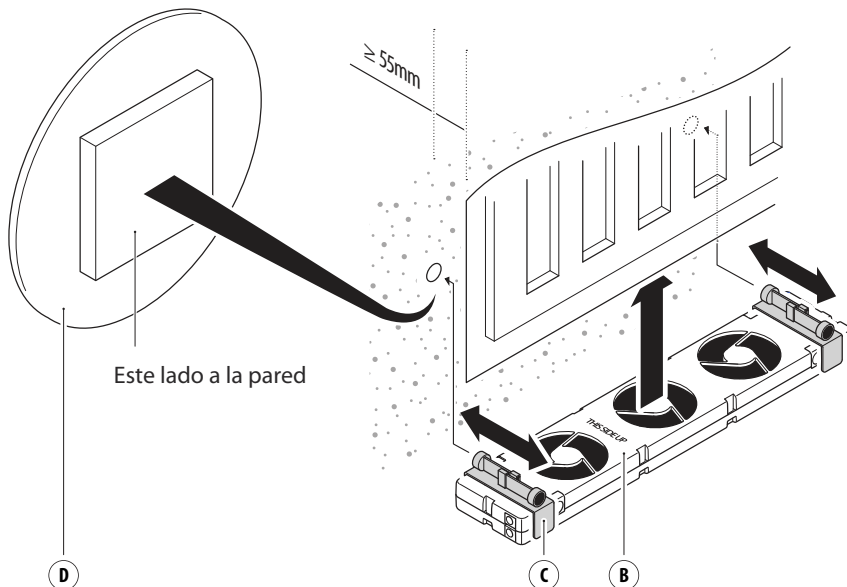

Fig. 7: Fijación del SpeedComfort (B1) a la pared y al radiador de placa única.
2. Repita los pasos 1-7 como para el radiador ancho. En el espacio identificado, pegue las dos **placas metálicas** (D1, D2) en la pared. Use los **imanes ajustables** (c1, c2, c3, c4) en los **soportes** (C1, C2) para conectar el **SpeedComfort** (B1) a la pared y al radiador de placa única (véase fig. 7).